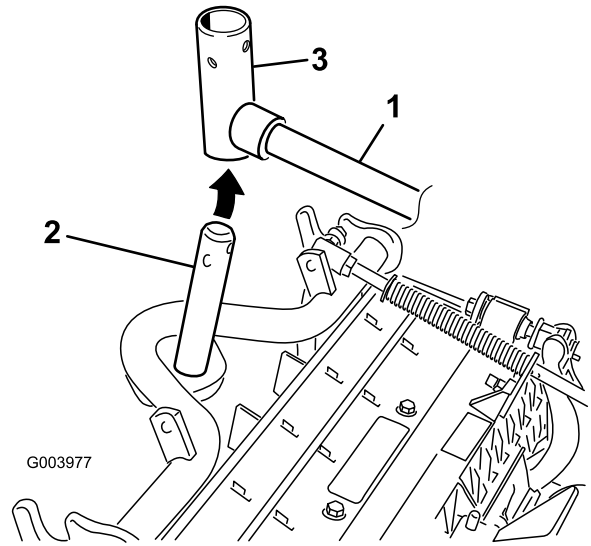

图7
7. 对于前滚刀组，在将承载架轴向上插入提升臂轴轭的同时，把滚刀组滑到提升臂下方（图7）。
- B. 将提升臂轭插入承载架轴的上方（图7）。